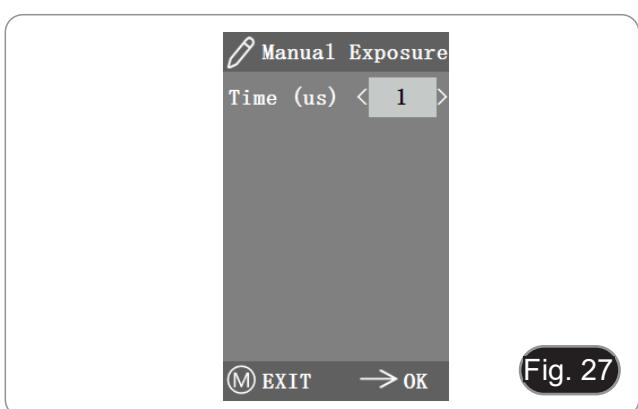

Fig. 27
- En la exposición manual, también se puede ajustar la exposición ajustando el valor del “tiempo de exposición”. (Fig. 27)